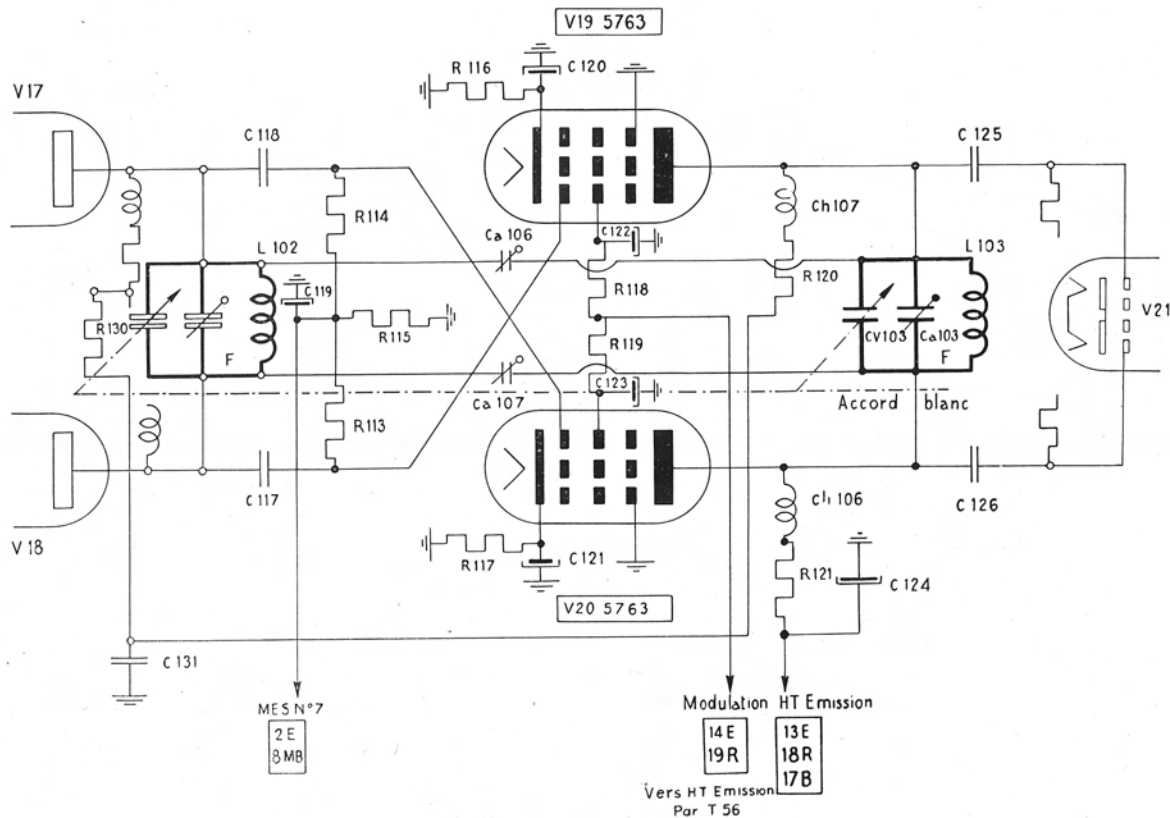

Fig. 17. — Driver.
c) **Amplificateur VHF intermédiaire (Driver) (fig. 17).**